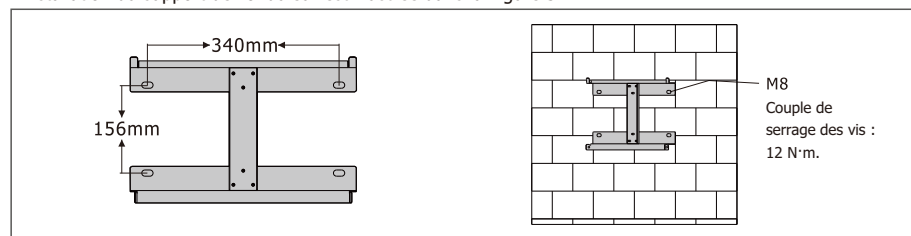

Figure 3.4-1 Installation de la plaque de suspension de l'onduleur.
Étape 1. Veuillez utiliser le support de montage comme gabarit pour percer 5 trous aux emplacements adéquats (10 mm de diamètre et 80 mm de profondeur). Utilisez des boulons d'expansion M8 du coffret d'accessoires pour fixer solidement le support de montage sur le mur à l'aide d'une perceuse de 12 mm. L'installation du support de l'onduleur est illustrée dans la Figure 3.4-1.